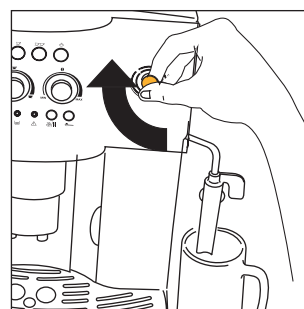
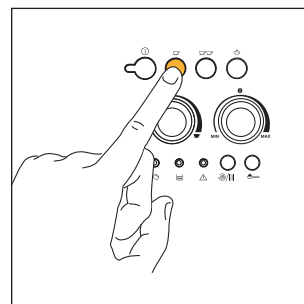
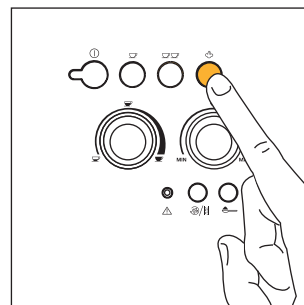
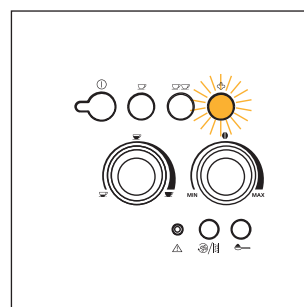

Fig. 6
Fig. 12
Fig. 21
Fig. 22
4. Dopo pochi secondi dal cappuccinatore fuoriesce dell'acqua. Quando la tazza si è riempita di circa 30cc ruotare la manopola vapore di mezzo giro in senso orario (fig.6) fino a fine corsa, in modo da interrompere la fuoriuscita dell'acqua.
- 5) Premere il tasto  (fig. 12) se si vuole fare un caffè oppure il tasto  (fig. 13) se si vuole fare 2 caffè. A questo punto la macchina macina i chicchi, esegue una breve pre-infusione e poi completa l'erogazione nella tazza.
NOTA 4: Mentre la macchina sta facendo il caffè, l'erogazione può essere fermata in qualsiasi momento premendo il tasto ☞ (fig. 12) oppure ☞☞ (fig. 13) precedentemente selezionato.
NOTA 5: Appena terminata l'erogazione, se si vuole aumentare la quantità di caffè nella tazza, basta tenere premuto il tasto ☞ (fig. 12) oppure ☞☞ (fig. 13) precedentemente selezionato fino ad ottenere la quantità desiderata (questa operazione deve essere eseguita entro 3 secondi dal termine dell'erogazione).
- Per interrompere la fuoriuscita di acqua calda, ruotare la manopola in senso orario fino a fine corsa (fig. 6) e riportare il cappuccinatore nella posizione originale verso il centro della macchina. (Si consiglia di erogare acqua calda per non più di 2 minuti di seguito).
- Poi premere il tasto vapore (fig. 21). La spia ☼ (fig. 22) inizia a lampeggiare per indicare che la macchina si sta preriscaldando.
- Raggiunta la temperatura desiderata, interrompere l'erogazione del vapore ruotando la manopola vapore in senso orario fino a fine corsa (fig. 6) e premere il tasto vapore ☼ (fig. 21) per disattivare la funzione vapore.
NOTA 1: subito dopo aver preparato il cappuccino e una volta disattivata la funzione vapore premendo il tasto vapore ☼ (fig. 21), se si preme il tasto ☼☼ (fig. 12) o ☼☼☼ (fig. 13) per richiedere nuovamente caffè la macchina ha una temperatura troppo elevata per fare il caffè (le spie verdi ☼ e ☼☼ lampeggiano per indicare che la temperatura non è idonea): è necessario attendere una decina di minuti fino a che la macchina si raffreddi un po'.